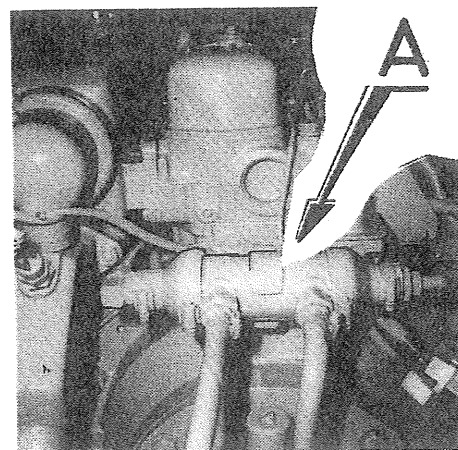

Fig. 45
Steng bunnkranen. Gearoljekjøleren (fig. 45, pos A) tappes ved å åpne avtappingskranen (B) under sjøvannspumpen.